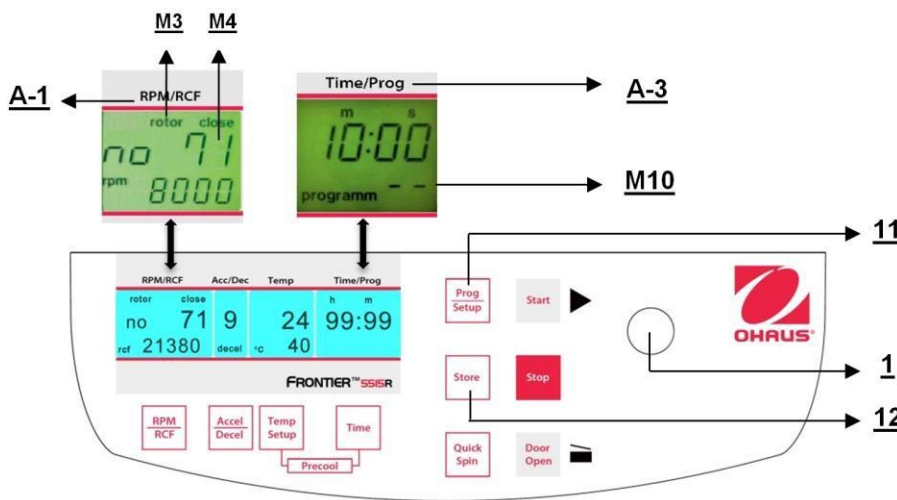

Figura 25
Para recuperar programas almacenados, presione el botón **"Prog/Setup"** (11) (vea la Figura 25) mientras la tapa está cerrada. En la pantalla **"Time/Prog"** (A-3) aparece **"programm -"**(M10). El número de programa deseado puede preseleccionarse con la perilla de ajuste (1).
Para salir del modo de programa, solo presione el botón **"Prog/Setup"** (11) (vea la Figura 25). Entonces, dentro de la pantalla **"Time/Prog"** aparece la palabra **"programm"**. Configure la pantalla en **"programm--"** (M10) con la perilla de ajuste (1).